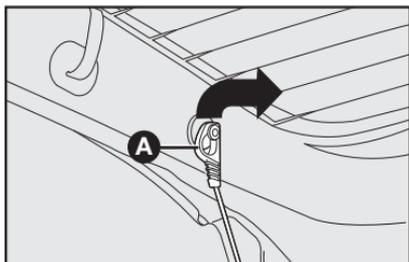

fig. 86
- 1) Soltar as extremidades superiores A-fig. 86 dos dois tirantes, desprendendo as argolas dos pinos.